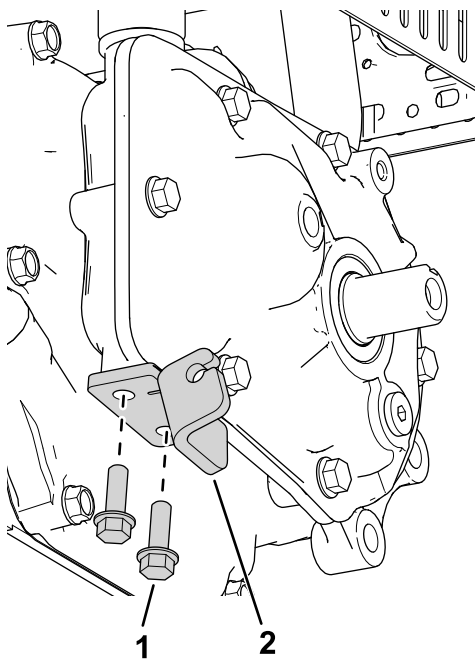

图 1
1. 如**图 1**所示用 2 个螺栓 1/4 x 3/4 英寸安装离合器板。